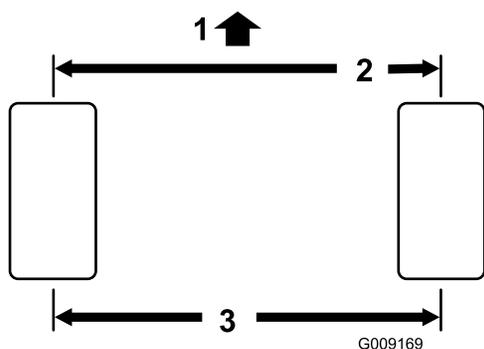

Figure 110
**Remarque:** Le pincement à l'avant doit être inférieur de 3 mm au pincement à l'arrière (Figure 110).